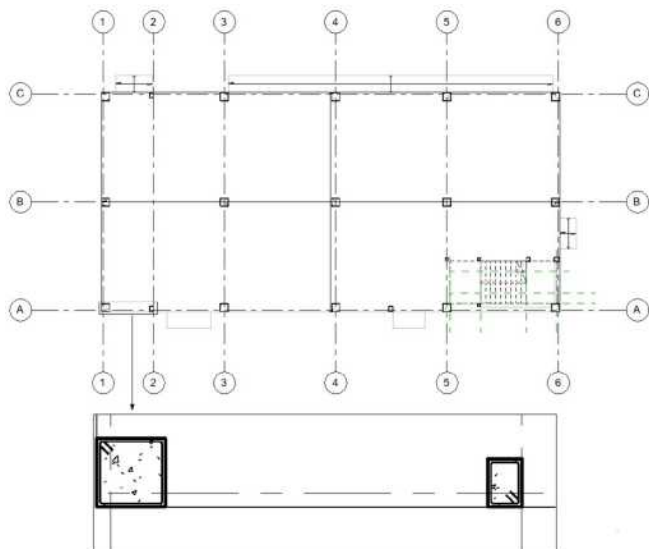

图 15-95 放置箍筋
(5) 在所有结构柱上放置钢筋, 结果如图 15-95 所示。